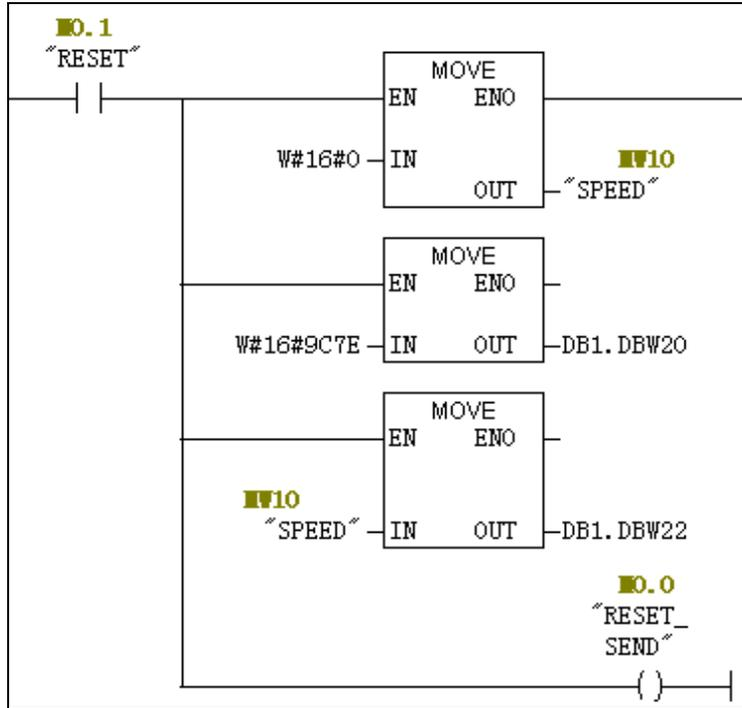
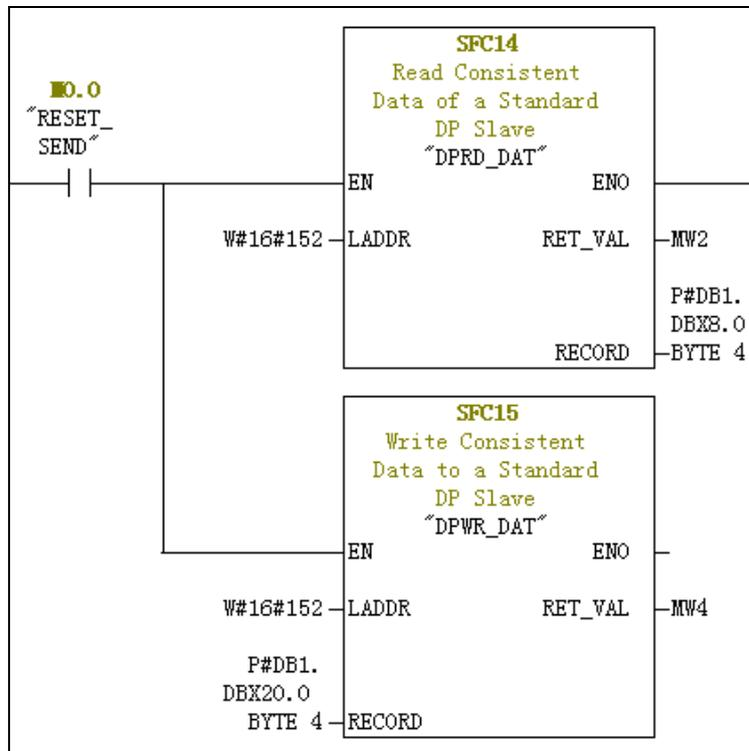

图 2-23 复位程序
图 2-24 读写过程数据分配程序
复位按钮 (RESET) 被按下，给期望速度 (SPEED) 赋值为 0，并对 DB1 中要发送的 PZD 区写控制字 (9C7E Hex) 和主设定值 (0)。然后触发一个复位通讯脉冲 (RESET\_SEND)，调用 SFC15 和 SFC14 进行通讯操作，写的操作地址从 338 (152 Hex) 开始 4 个字节，读的操作地址从 338 (152 Hex) 开始 4 个字节，变频器 I/O 地址参见组态部分，程序如图 2-23 和图 2-24 所示。